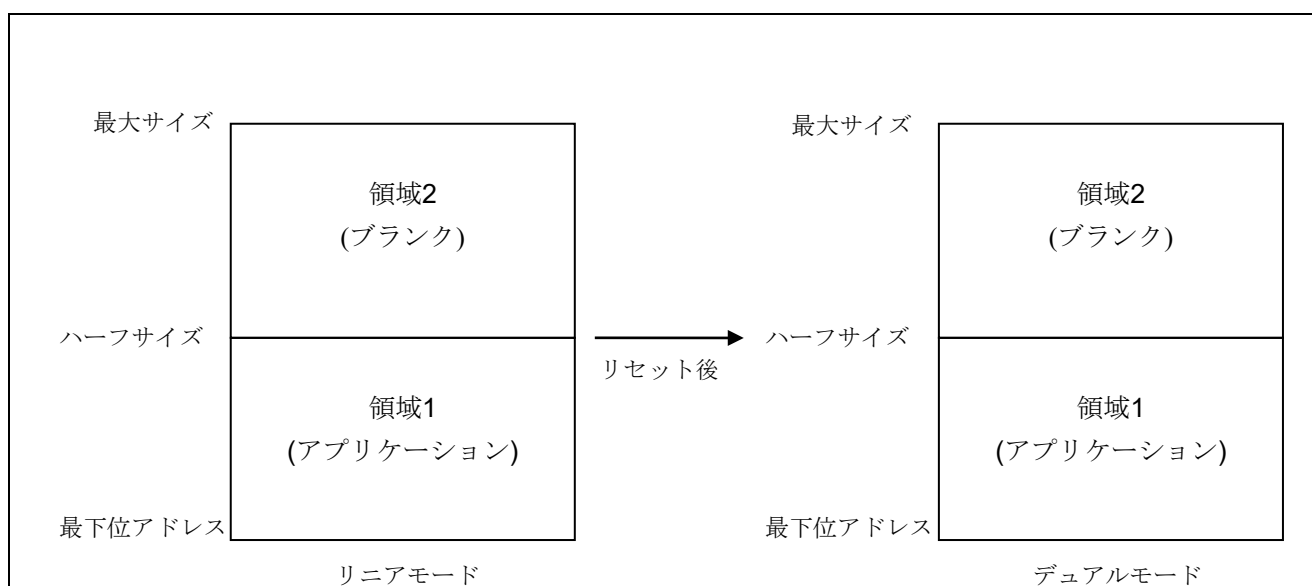

図 5.1 リニアモードでのデュアルモード用アプリケーションの書き込み
【条 件】 図 5.1 の領域 2 への書き込みは行わない
2. デュアルモードに設定されたオプション設定メモリ用のプログラムファイルおよび図 5.1 の領域 1 のプログラムファイル（アプリケーション）を書き込む
【備考】リニアモードからデュアルモードに変更する場合、図 5.1 の領域 2 はブランクであることが推奨されます。